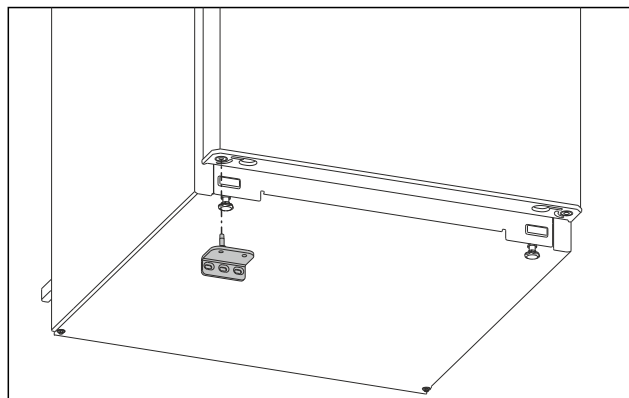

Fig. 16
- ▶ Установите нижний опорный кронштейн на противоположной стороне. (см. *Fig. 16*)